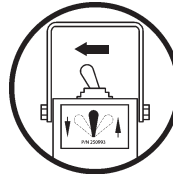
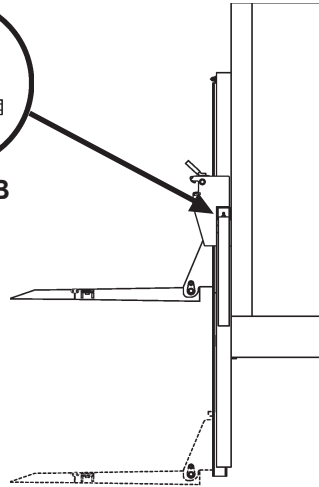

Fig. 9-1B
Fig. 9-1A
3. Presionar la palanca del interruptor a la posición de **DOWN** (descender) como se muestra en **Fig. 9-1B**. Descender el elevador hasta tocar el suelo (**Fig. 9-1A**).